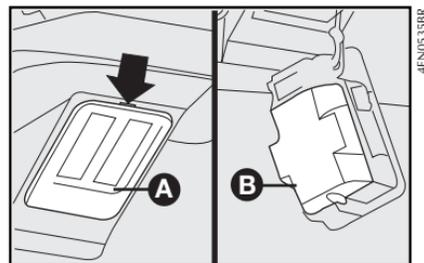

fig. 65
- saque la lente transparente **fig. 65**, haciendo palanca con un destornillador en el punto indicado por la flecha;